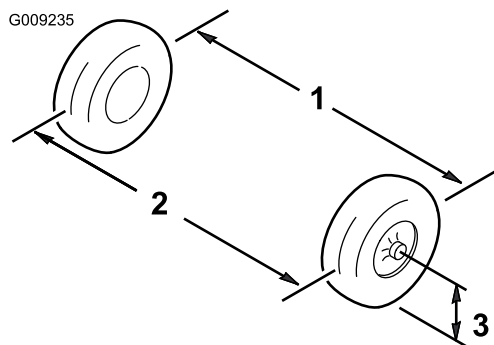

図 33
3. 前輪の前と後ろで、左右のタイヤの中央線間距離を測る；計測はアクスルの高さで行う（図 33）。